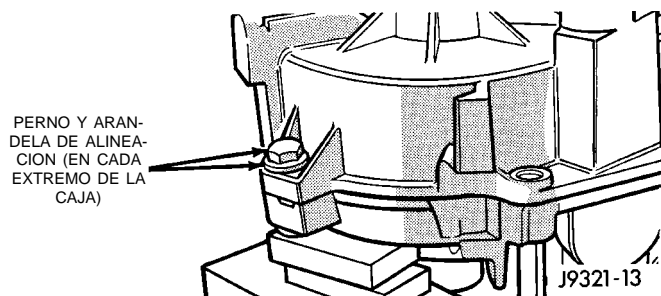

Fig. 71 Localización de pernos de alineación
(12) Instale los pernos de fijación de la caja. Los únicos pernos que requieren arandelas son aquellos de los extremos de la caja (Fig. 71).
(13) Apriete los pernos de la caja con una torsión de 27-34 N·m (20-25 lbs. pie).